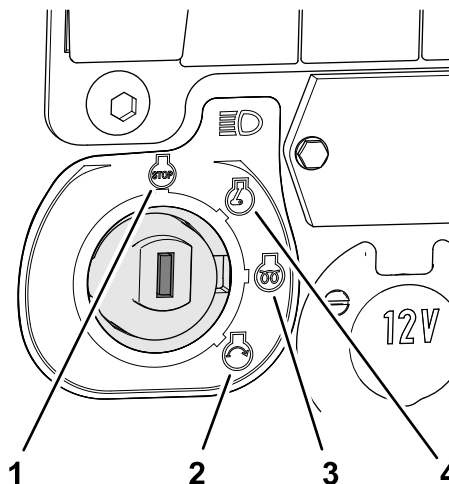

Figura 33
- Girate la chiave di accensione in posizione FUNZIONAMENTO (Figura 33).